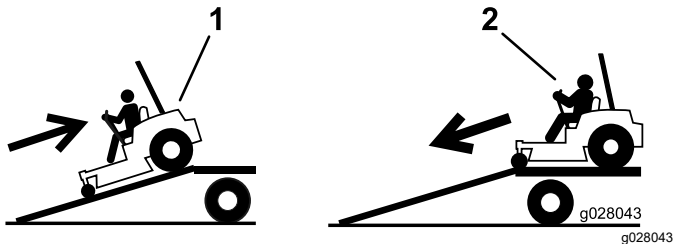

Figure 31
4. Montez la rampe en marche arrière (Figure 31).
2. Descendez la rampe en marche avant (Figure 31).